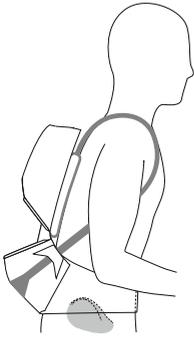

Abb. 1
**(Abb. 1).** Spannen Sie nun die Schultergurte bis diese ohne großen Druck am Körper anliegen. Setzen Sie sich auf Ihr